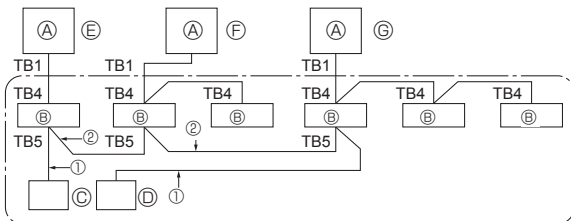

Fig. 9-1
9. Het systeem controleren (Fig. 9-1)
- ③ SW 1 - 3 ~ 6